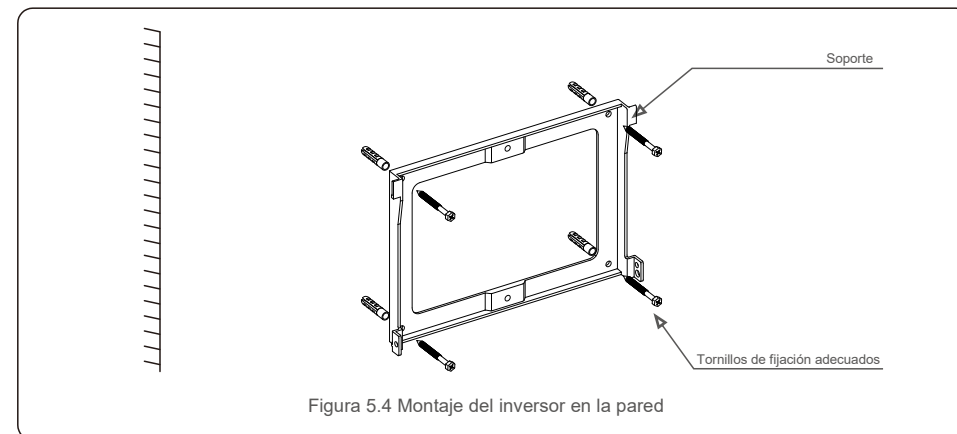

Figura 5.4 Montaje del inversor en la pared
Consulte la figura 5.4 y la figura 5.5. El inversor debe montarse verticalmente. Los pasos para montar el inversor se enumeran a continuación.
1. Consulte la Figura 5.4, los orificios para el perno de expansión según el diámetro del orificio del soporte (tornillos roscadores de cabeza hexagonal empotrados en cruz ST6.3 *60, tubular expansible HJ0108 de 10*50 mm) usando la perforación de percusión con el taladro de 10 mm deben permanecer verticalmente en la pared. La perforación debe realizarse verticalmente respecto a la pared. La profundidad de todos las perforaciones es de 60 mm.
2. Asegúrese de que el soporte esté horizontal. Asegúrese de que los orificios de montaje (en la figura 5.4) estén marcados correctamente. Taladre los agujeros en la pared con sus marcas.